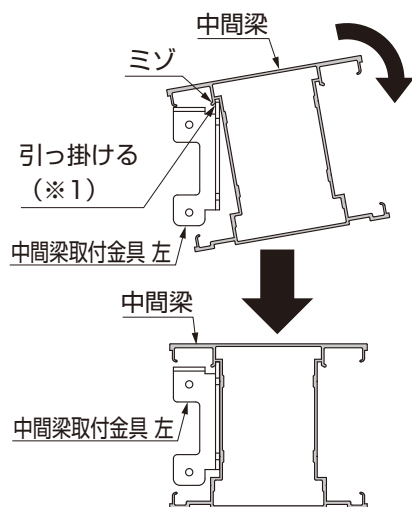

図12-3 中間梁の取付け
- ②中間梁を中間梁取付金具に引っ掛けて(※1)ください。(図12-3参照)